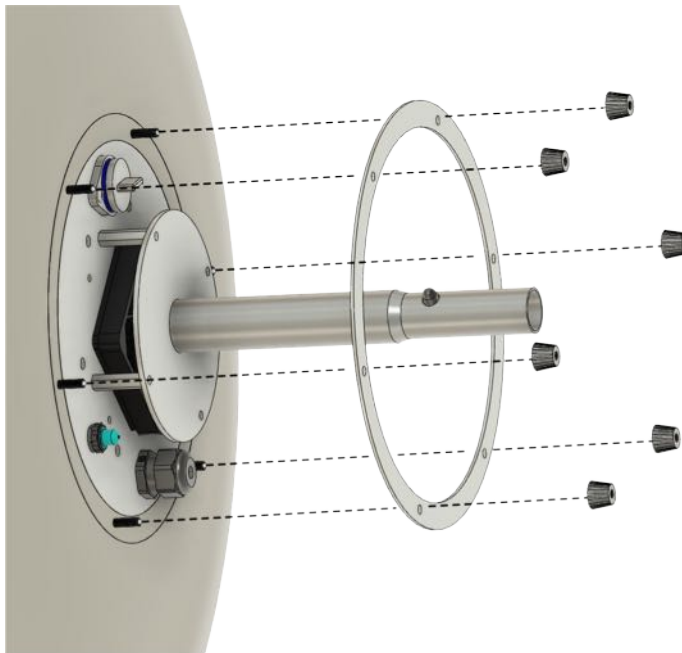

Abb. 5
2. Zdjąć 6 nakrętek stożkowych i aluminiowy pierścień u dołu płyty podstawy (Rys. 5).